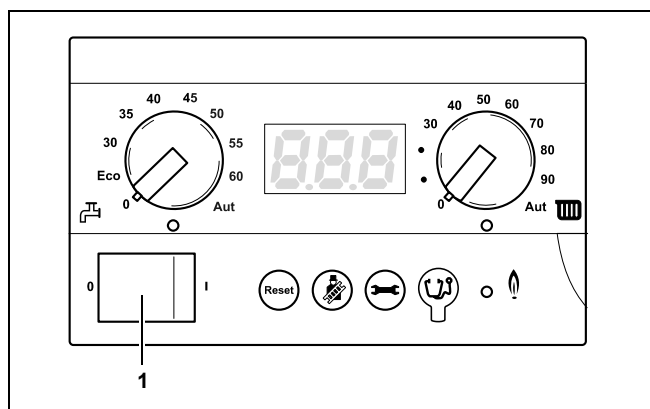

Fig. 22 Controler de bază BC10
- Opriți instalația de încălzire cu comutatorul de funcționare al controlerului de bază BC10 (Fig. 22, poz. 1).
- Opriți instalația de încălzire cu comutatorul de funcționare al controlerului de bază BC10 (Fig. 22).
- Lăsați comutatorul de funcționare de la BC10 (Abb. 22) în poziția "1".